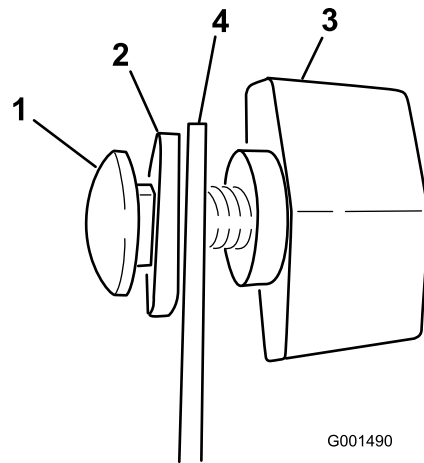
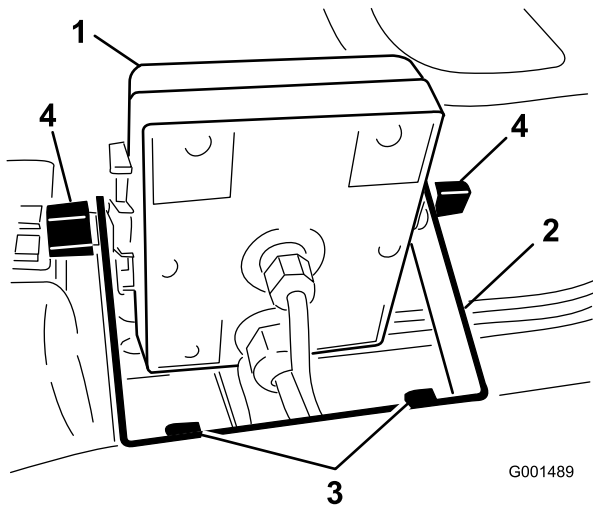

Figura 6
Figura 5
2. Instale o suporte do monitor no painel (Figura 5) com os 2 parafusos de cabeça flangeada (1/4 x 3/4 pol.) e 2 porcas flangeadas (1/4 pol.).
3. Coloque no suporte, sem apertar, os 2 parafusos de carroçaria, as anilhas de borracha, e os manípulos como mostram as ilustrações da Figura 5 e Figura 6.
6. Instale o monitor Spray Pro por cima das cabeças dos parafusos da carroçaria (Figura 5) e aperte os manípulos para fixá-lo.